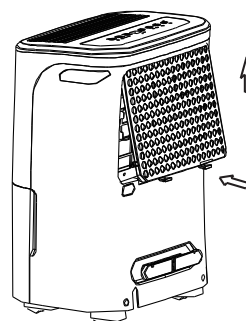

Fig. 10
- Inserire il filtro dell'aria nell'unità dal lato inferiore al lato superiore. Vedi Fig.10.